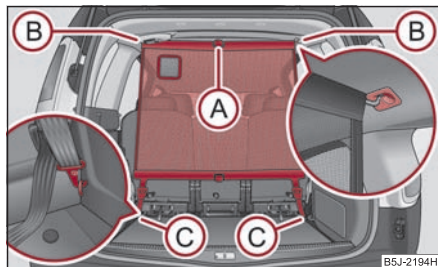

Fig. 80 Utilisation du filet de séparation rigide derrière les sièges arrière
- Mettez la tige transversale dans l'appui **(B)** d'abord sur un côté et poussez-la vers l'avant. De la même manière, fixez la tige transversale de l'autre côté du véhicule, appui **(B)** ⇒ fig. 80.
- Défaites les sangles sur les deux côtés et décrochez les mousquetons **(C)** ⇒ fig. 80.